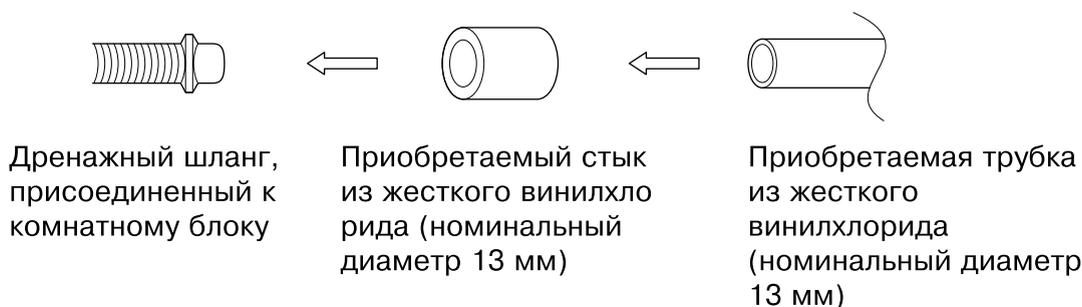

Рис. 18
- При непосредственном соединении стыка труб из жесткого винилхлорида (номинальный диаметр 13 мм) с дренажным шлангом, подсоединенным к комнатному блоку (т.е. для заделываемого трубопровода и т.д.), используйте стыки труб из жесткого винилхлорида, имеющиеся в продаже (номинальный диаметр 13 мм). **(См. рис. 18)**